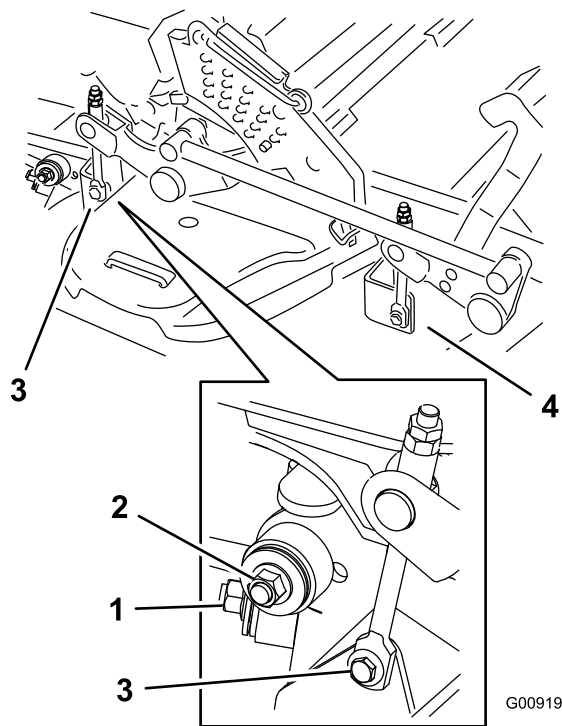

Bild 107
7. Entfernen Sie die Schrauben an beiden Seiten des Mähwerks (bewahren Sie sie auf) (Bild 107).